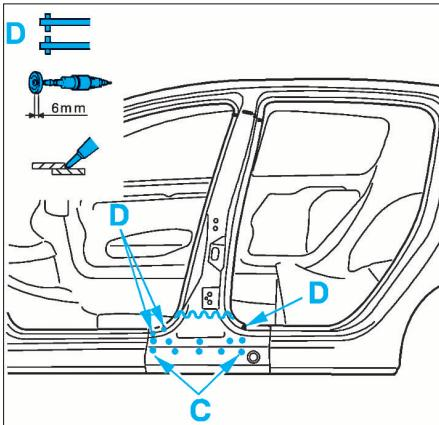

FIG. 62
- Procéder au soudage (Fig.62 à 66) au MIG ou avec une pointeuse électrique puis meuler.